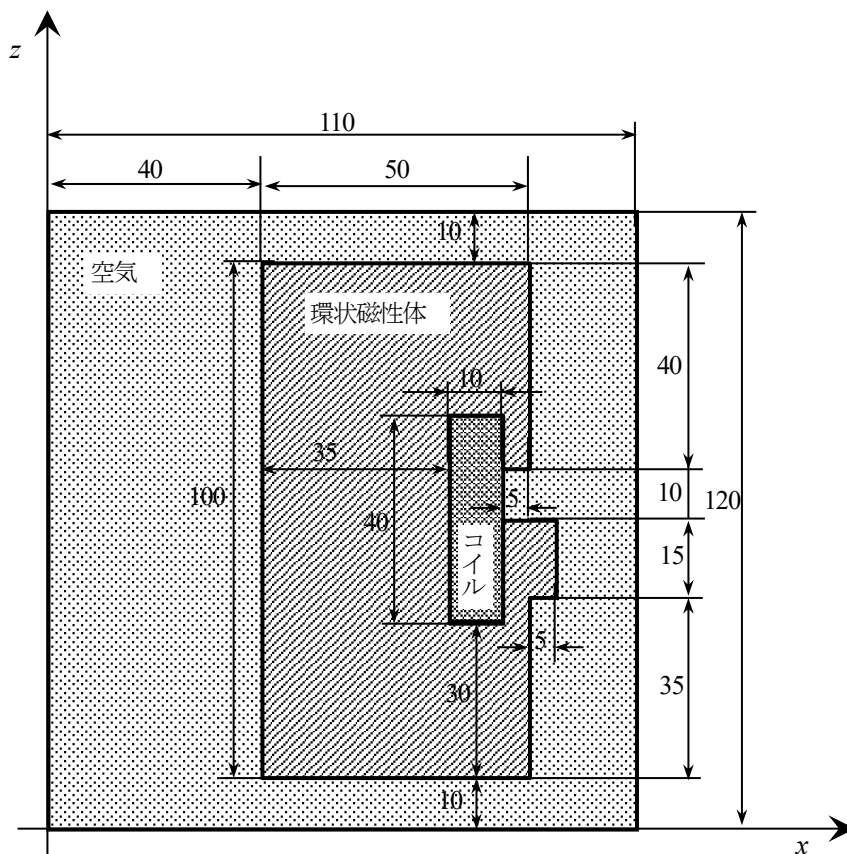
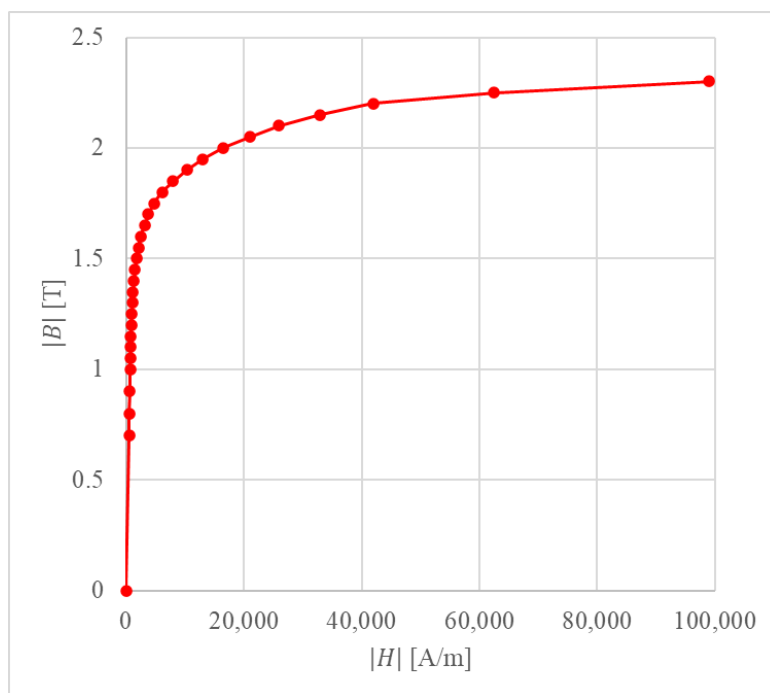
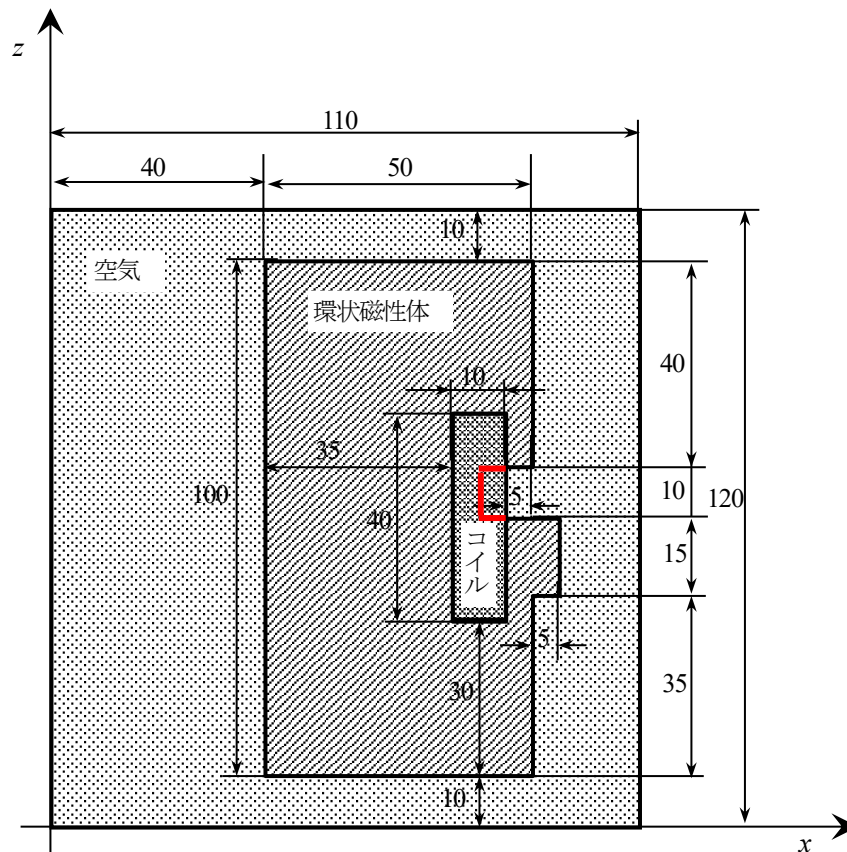

図 50. 軸対称モデルの断面図(単位[mm]).
図 51.  $B$ - $H$  特性曲線.
図 52. コイル領域の分割.
解析例として図 50 の軸対称モデル[14]を考えます。このモデルは上下の形状が異なる鉄心が対向する空隙部を持つ吸引磁石であり、図 50 はその断面図です。解析対象は図 50 を  $z$  軸周りに 10 度回転させた領域とします。コイル部の強制電流密度は図 50 の断面に垂直な向きに  $3 \times 10^7 [\text{A}/\text{m}^2]$  で流れているとします。磁気抵抗率  $\nu$  は空気とコイルの領域で  $1/(4\pi) \times 10^7 [\text{m}/\text{H}]$ 、環状磁性体の材質は SS41P であり、この領域では図 51 のような非線形性を持つものとして非線形解析をします。境界条件はすべての面において  $\mathbf{A} \times \mathbf{n} = \mathbf{0}$  を課します。
このモデルではコイルの右側の部分(図 50 における  $x = 85 \text{ mm}$ )において、材料同士の結合面が不一致となっています。そこで、コイル領域の一部を図 52 のように分割し、結合面を一致させます。
にあるファイルを用います。図 50、図 52 では寸法が mm で記述されていますが、これらの IGES ファイルは寸法を m に換算して作成しています。
- `coil01.igs` : コイル領域(図 52 中の赤で囲われた部分以外)
- `coil02.igs` : コイル領域(図 52 中の赤で囲われた部分)
- コイル領域(図 52 中の赤で囲われた部分以外)
- コイル領域(図 52 中の赤で囲われた部分)